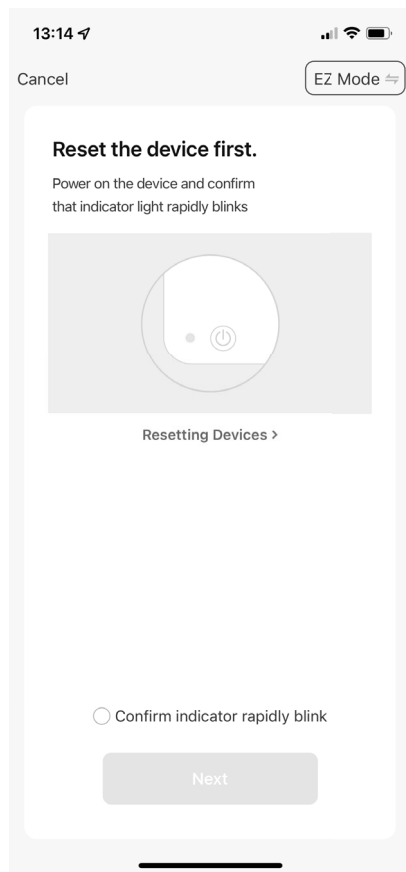

Fig. 4
- ▶ Appuyez à présent en haut à droite sur le MODE EZ (**voir fig. 4**).